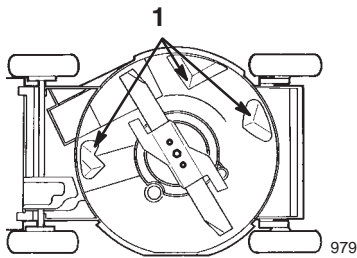

Bild 21
Halten Sie die Unterseite des Schneidwerks sauber. Achten Sie besonders darauf, die Windflügel sauber zu halten (Bild 21).
5. Kippen Sie den Rasenmäher auf seine *linke* Seite (Bild 21).